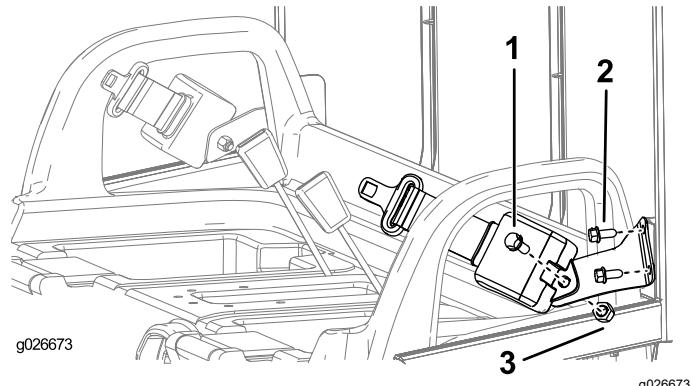

Figura 8
1. Monte un soporte de cinturón de seguridad en cada pestaña del ROPS con 2 pernos ($\frac{3}{8}$ '), como se muestra en la Figura 8.
3. Monte el extremo retráctil de cada conjunto de cinturón de seguridad en el soporte de anclaje correspondiente con un perno (7/16") y una tuerca (7/16"), como se muestra en la Figura 8.